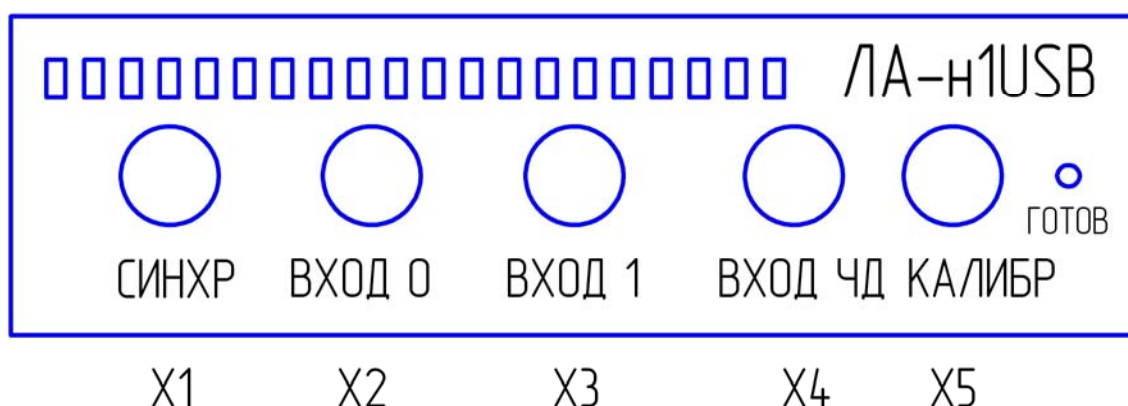

Рис. 4.1. Передняя панель прибора.
4.2.3. Для предотвращения выхода из строя устройства Ла-н1USB на входные разъемы необходимо подавать сигналы с параметрами, указанными в таблице (Таблица 4. 1). Расположения разъёмов указано на рисунке (Рис. 4.1).